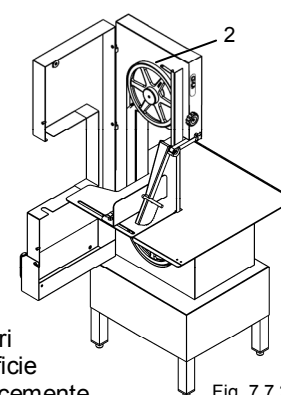

Fig. 7.7.2
- Afferrare la lama "2" e sfilarla dalle pulegge come in fig. 7.7.2 e 7.7.3